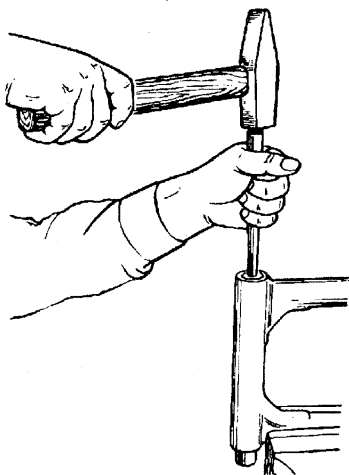

Рис. 4.2. Выпрессовка втулок и шайб маятниковой вилки
- закрепить вилку в тисках и при помощи выколотки и молотка выпрессовать втулки и шайбы в соответствии с рис. 4.2.